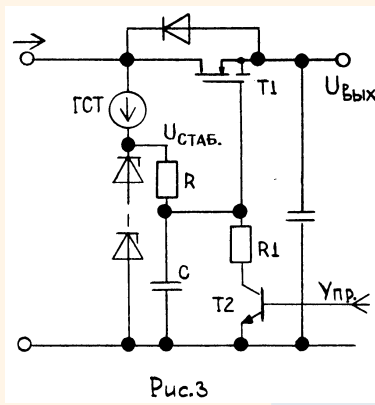

Рис.3
▶ Для повышения стабильности предлагаю использовать ГСТ (генератор стабильного тока). Для плавного включения анодного напряжения постоянная времени цепи RC выбирается достаточно большой (10-30 сек). Если есть необходимость управлять $U_{ввых}$, установите ключ на транзисторе Т, как указано в схеме. Рис. 3.
По схеме на рис. 3 не очень понятно, что такая схема будет стабилизировать, так как управление на затвор проходного элемента попадает от делителя R и сопротивления транзистора по коллектору (очень большого). Оттого, что на одном конце делителя приложено $U_{СТАБ}$ с достаточно стабильным током в параллельной цепи (тот, что отводится в цепь биполярного транзистора), еще нет гарантии особых стабилизирующих свойств схемы. Если же мы будем подавать на базу T2 сигнал ошибки, вот тогда есть смысл в ГСТ.